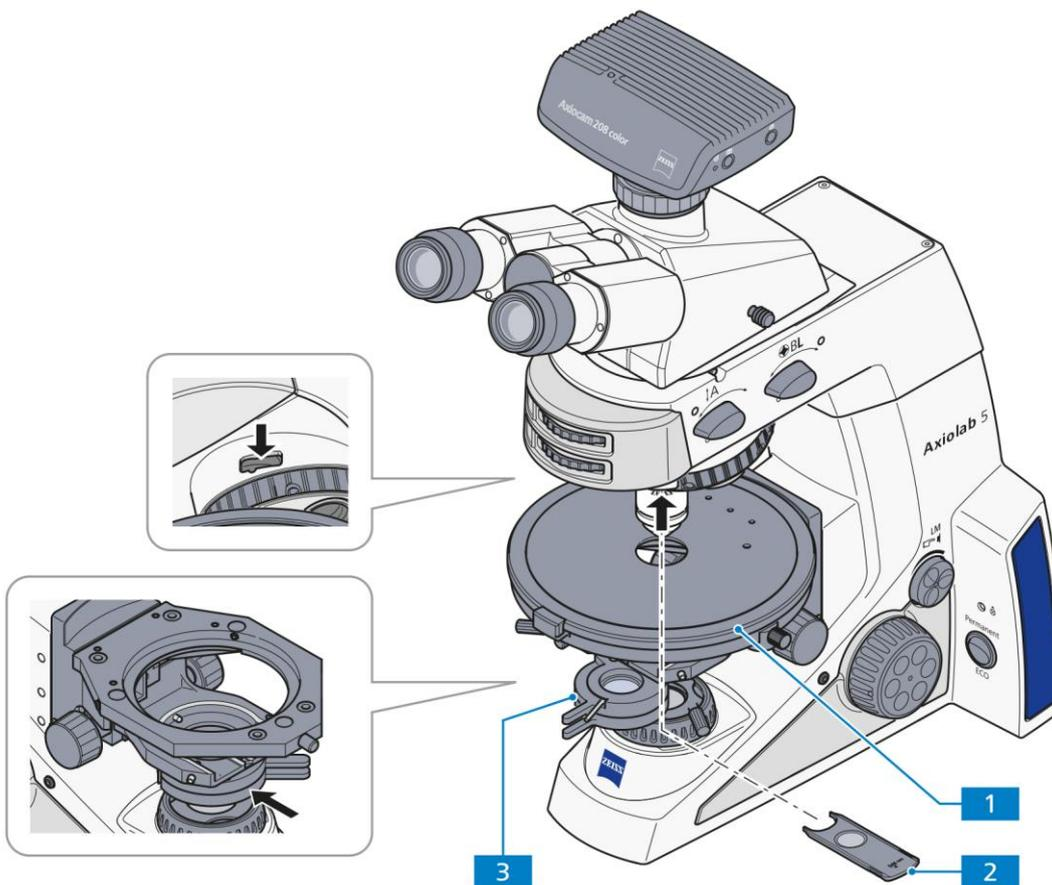

Abb. 4-13 Komponenten zur Durchlicht-Polarisation am Konoskopiestativ
- Einstellen des Mikroskops wie im Durchlicht-Hellfeld nach KÖHLER (siehe Abschnitt 4.2.1 (3)).
- Drehtisch Pol (Abb. 4-13/1) (siehe Abschnitt 3.1.7.5) und Objektive (siehe Abschnitt 3.1.7.6) zentrieren.
- Polarisator (Abb. 4-13/3) in Strahlengang einschwenken und auf 0° positionieren, sofern ein drehbarer Polarisator verwendet wird.
- Analysatorschieber (Abb. 4-13/2) in den Strahlengang einschwenken und am Stellrad so einstellen, dass das Sehfeld dunkel ist.
- Drehtisch Pol (Abb. 4-13/1)